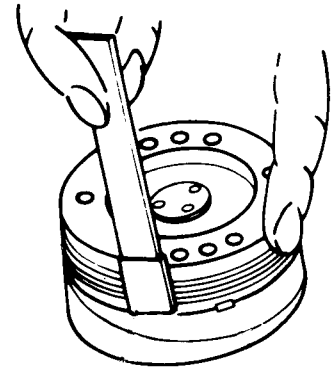

Fig. 13
- Kopscheibe festhalten und Videoköpfe mit einem spiritusgetränkten Reinigungsstäbchen in Bandlaufrichtung vorsichtig abreiben (Fig. 13).
- Hold the head wheel stationary and clean the video heads with a cleaning stick soaked with spirit by wiping carefully in the direction of the tape transport (Fig. 13).